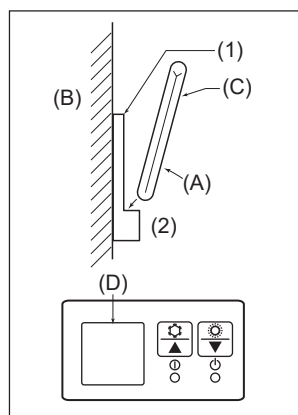

Fig. 6-8
2) Méthode d'installation (Fig. 6-8)